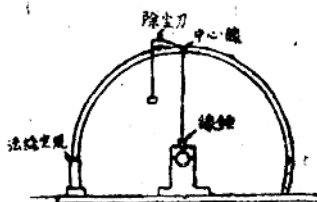

图 3
(4)将中心线转至顶部,用直尺(或除尘刀)的一边靠紧中心线并挂上线锤(图3),使锤尖对准滚筒轴中心,这样中心线便代表了滚筒的中心位置,并注意勿再转动滚筒。